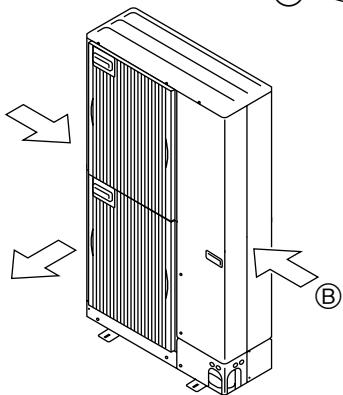

Fig. 2-5
- ③ Bringen Sie die Anlage so an, dass die Abluft aus der Lufteintrittsöffnung im rechten Winkel zu derjenigen Richtung geführt wird, aus der saisonal bedingt starker Wind bläst. (Fig. 2-5)